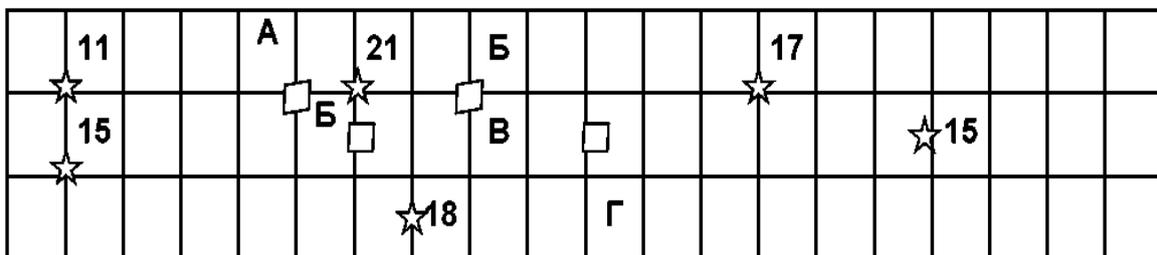

Рис. 7.1. Карта району
**Завдання 7.** Шість магазинів фірми розташовані на території району, карта якого наведена на рис. 7.1.